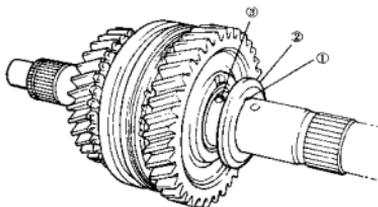
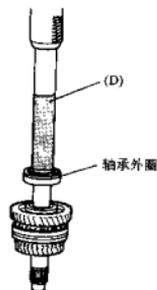

图 10-58
图 10-59
(2) 安装一档齿轮的滚针轴承、同步弹簧、同步器齿圈、一档齿轮、钢球和止推垫圈至输出轴。将钢球安装到轴的孔里并安装上挡圈, 对准槽孔①的位置后再安装其它钢球。
挡圈边缘要与输出轴中间轴承倒角边沿②相对应 (图 10-58)。
(3) 压装轴承时应用轴承安装器 (D) (专用工具), 并按图 10-58 所示的方向装入轴承。轴承安装器 (D) 如图 10-59 所示。